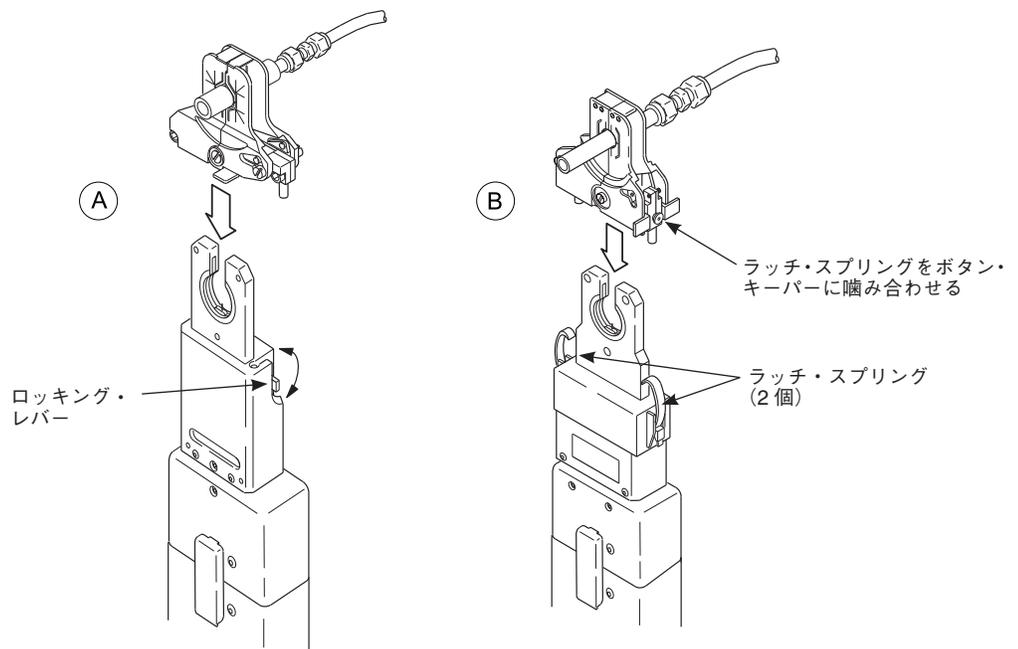

図 19：フィクスチャーをマイクロ・ウェルド・ヘッドにセットする
- シリーズ4のマイクロ・ウェルド・ヘッドの場合、フィクスチャーがしっかりと差し込まれていることを確認します。ロック・レバーを90°まわして、フィクスチャーをマイクロ・ウェルド・ヘッドにしっかりと取り付けます [図 19 (A)]。
- シリーズ8のマイクロ・ウェルド・ヘッドの場合、2個のラッチ・スプリングを、フィクスチャー側のボタン・キーパーに噛み合わせ、ラッチ・レバーを閉じます [図 19 (B)]。